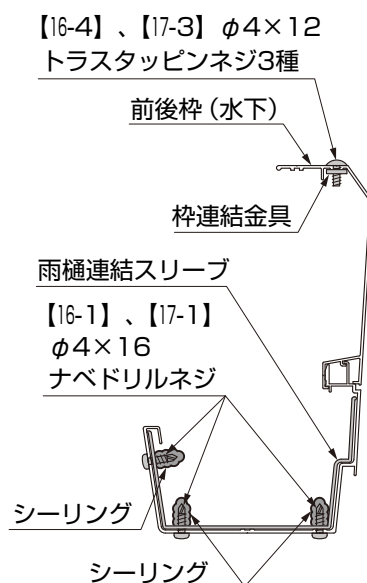

図5-7
- ②前後枠 (水下) を枠連結金具、雨樋連結スリーブと【16-1】、【16-4】、【17-1】、【17-3】でネジ止めしてください。
- ③雨樋連結スリーブを挿入した前後枠の端部にシーリング材を添付してください。
- ④もう一方の前後枠を連結し、【16-1】、【16-4】、【17-1】、【17-3】でネジ止めしてください。
- ⑤内側に出ているネジの先端と周りにシーリングをしてください。(図5-7参照)
- ⑥連結部からはみ出たシーリング材を拭きとってください。